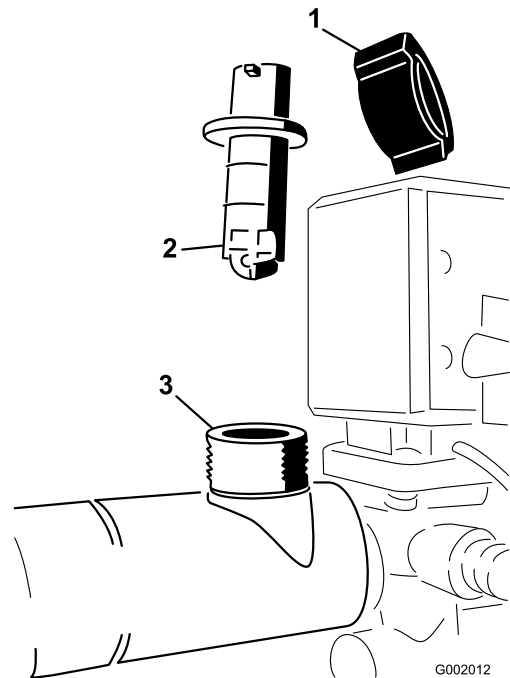

**Figure 75**
3. Lorsque le poids de la rampe est supporté, retirez le boulon et l'écrou de fixation de l'axe de pivot à l'ensemble rampe (Figure 75). Retirez l'axe de pivot.
5. Déposez et examinez les bagues en nylon à l'avant et à l'arrière du support de pivot (Figure 75). Remplacez les bagues défectueuses.
7. Montez l'ensemble rampe et support de pivot dans le bâti central en alignant les ouvertures (Figure 75).